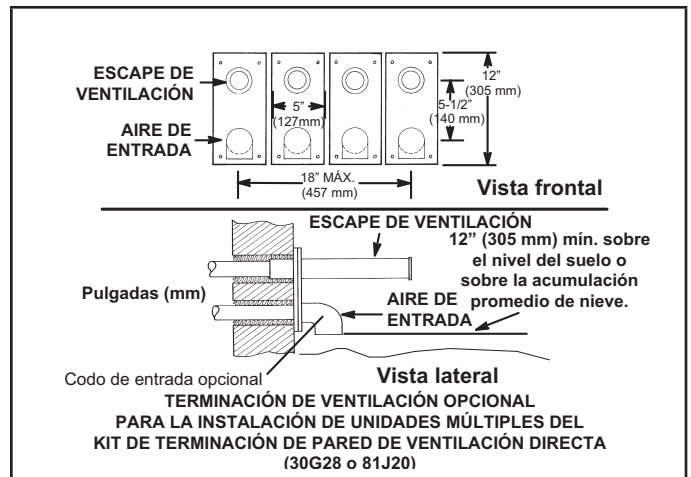

Figura 40
- 8 - Una instalación de calefactores múltiples puede utilizar un grupo de hasta 4 terminaciones ensambladas juntas horizontalmente, como se muestra en la Figura 40.